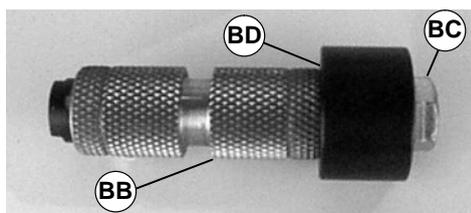

Abbildung 38
- Die Antriebsrolle (BB, Abbildung 38), das Entnahmewerkzeug (Teilnr. 25-09*) (BD) und die Schraube (Teilnr. 906-278*) (BC) laut Abbildung zusammensetzen.
- Die Schraube festziehen (BC), um die Lagerhülse zu entfernen (BA).